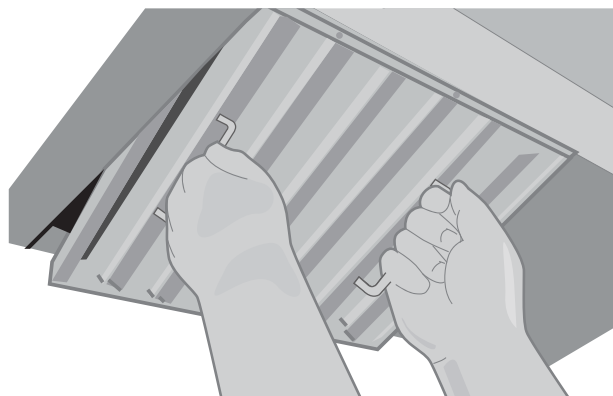

Figure 8
- Inclinez et insérez une extrémité du filtre dans le canal supérieur de la hotte (figure 8).